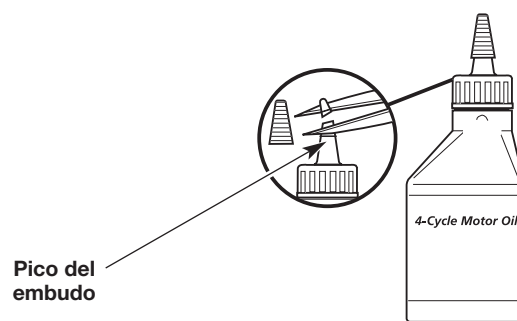

Fig. 6
2. Saque la tapa de la botella de aceite. Corte la punta del pico del embudo (Fig. 6).